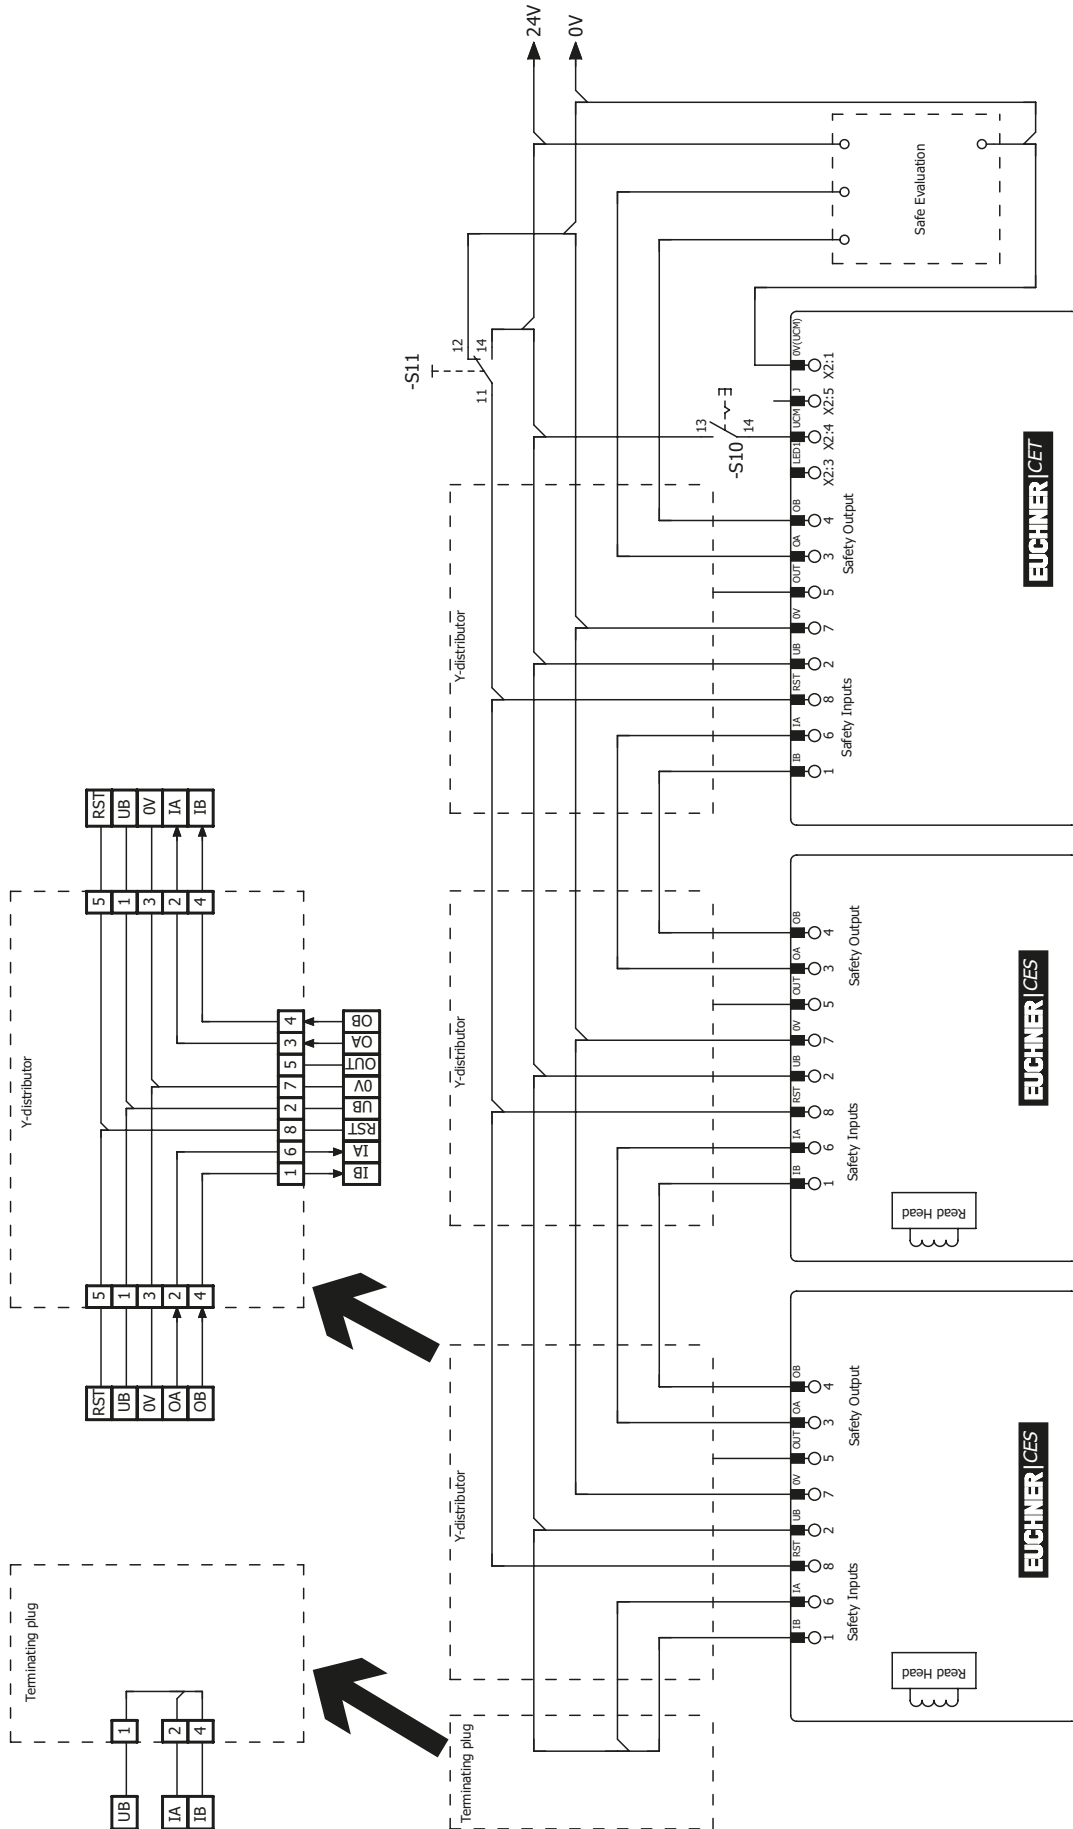

图14: 在CES-AR开关链中工作的接配线示例
- ▶ 使用具有反馈回路/启动按钮的CET-AR时，该开关必须处于开关链的最后一个位置上（请参见图14，见第34页）。
- ▶ 开关链中的所有开关都必须使用共同的信号。这可以是转换开关或控制系统的输出。不宜使用按钮，因为工作时复位必须始终连接到GND（请参见图14中的开关S11，见第34页）。
通常，应在断电状态下执行接线工作（例如在更换设备时）。某些特定系统则需在运行过程中执行接线和后续初始化。为此，必须按第34页的图14所示连接RST输入。